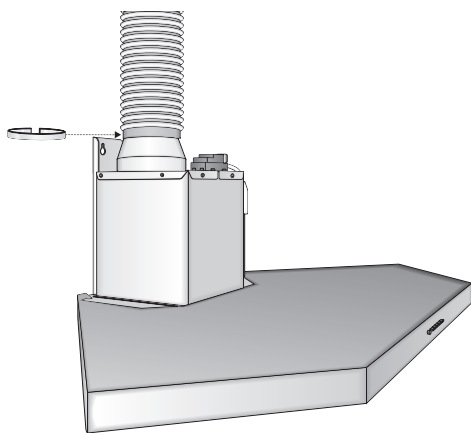

Fig. 9
• POSITIONNEMENT DE LA BRIDE ANCRAGE CHEMINÉE SUPERIEURE (Fig.9) (Seulement en version évacuation)